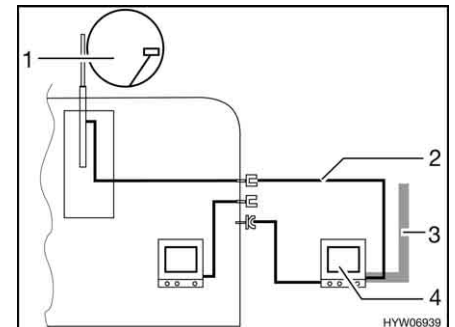

Fig. 149 TV en el área bajo el toldo
- TV en el área bajo el toldo (Fig. 149,4): Conexión a la antena del techo (Fig. 149,1) con el cable de conexión (Fig. 149,2)
- TV en el área bajo el toldo (Fig. 149,4): Conexión a antena externa (Fig. 149,3)